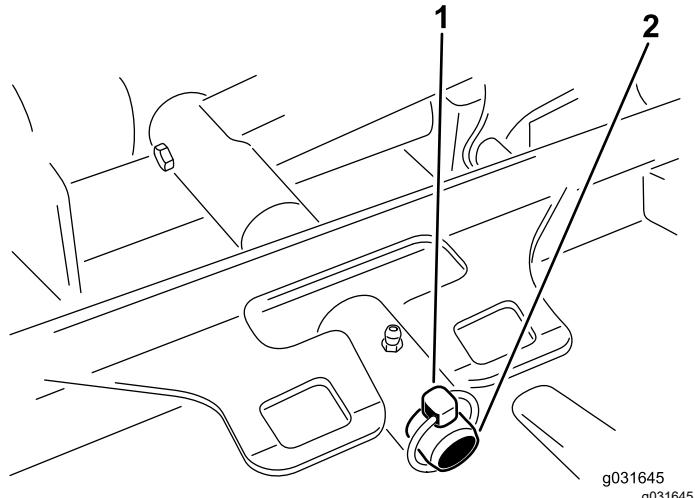

Bild 70
3. Entfernen Sie den Klappstecker oder die Befestigungsmutter, mit der der Mähwerkträgerrahmen am Hubarm-Lagerbolzen befestigt ist (Bild 70).
3. Schieben Sie den Mähwerkträgerrahmen auf den Lagerbolzen des Hubarms und befestigen Sie ihn mit dem Klappstecker oder der Befestigungsmutter (Bild 70).